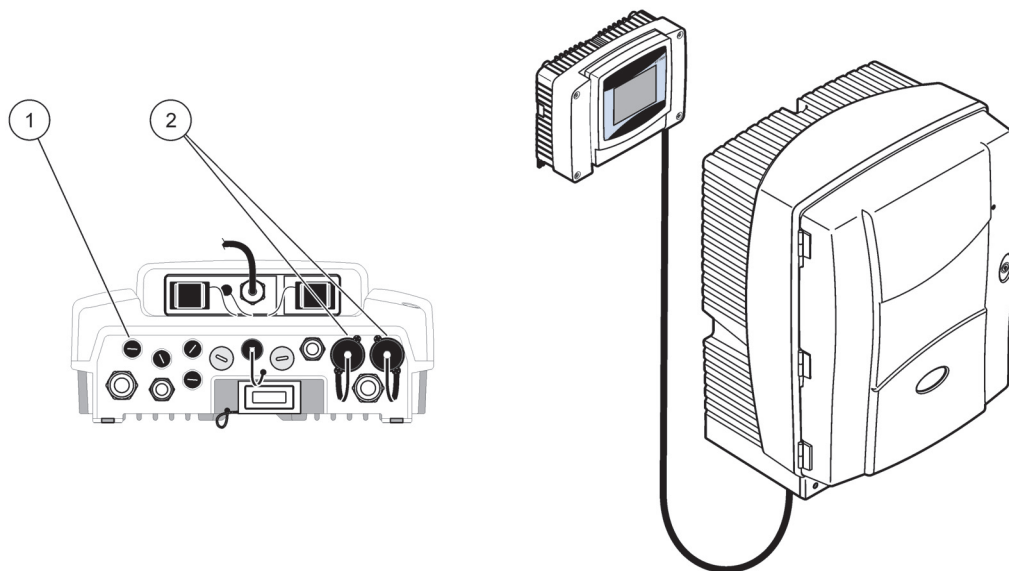

Figura 19 Conecte o AMTAX sc à fonte de alimentação do sc1000
Consulte o manual de usuário do controlador sc1000 para obter mais informações sobre como conectar a rede de dados (item 1, Figura 19).